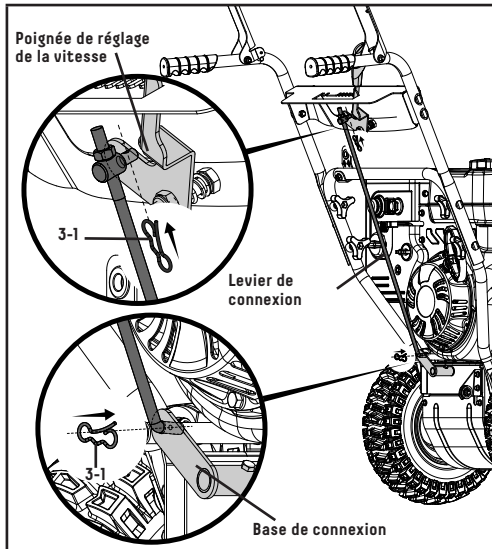

Figure 4
2. Reliez le levier de connexion et la poignée de réglage de la vitesse avec la goupille fendue (figure 4).